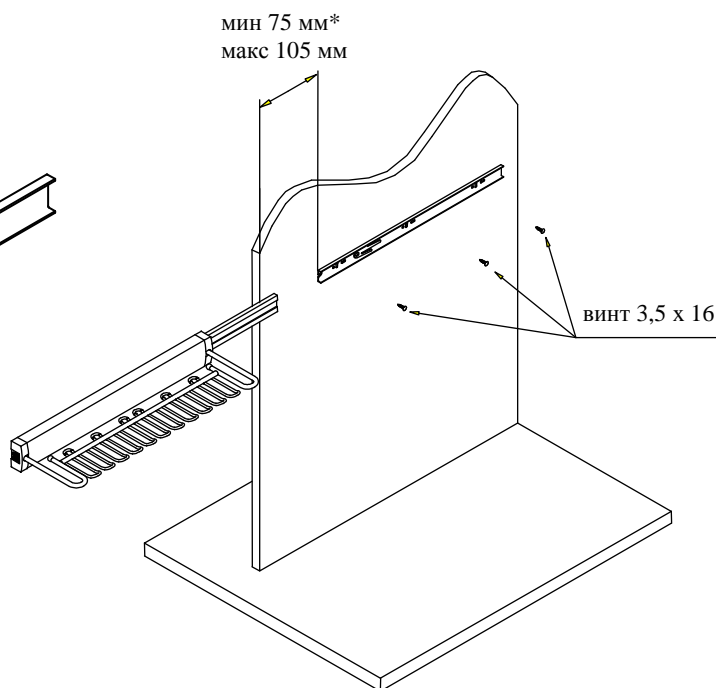

Рис. 21
9. Завинтить элемент к стенке с помощью винтов 3,5 x 16 согласно Рис. 21, и потом смонтировать продукт в нише.